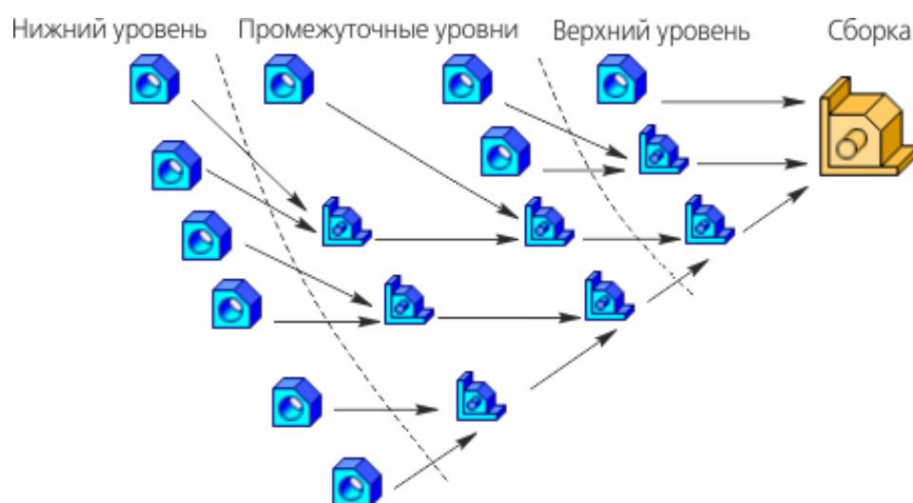

Рис. 3.2. Схема проектирования снизу вверх
- Снизу вверх — в сборку вставляются уже готовые модели компонентов, разработанные независимо друг от друга (– Сверху вниз — компоненты создаются в контексте сборки, при этом построение следующих может базироваться на предыдущих (Рис. 3.2.).